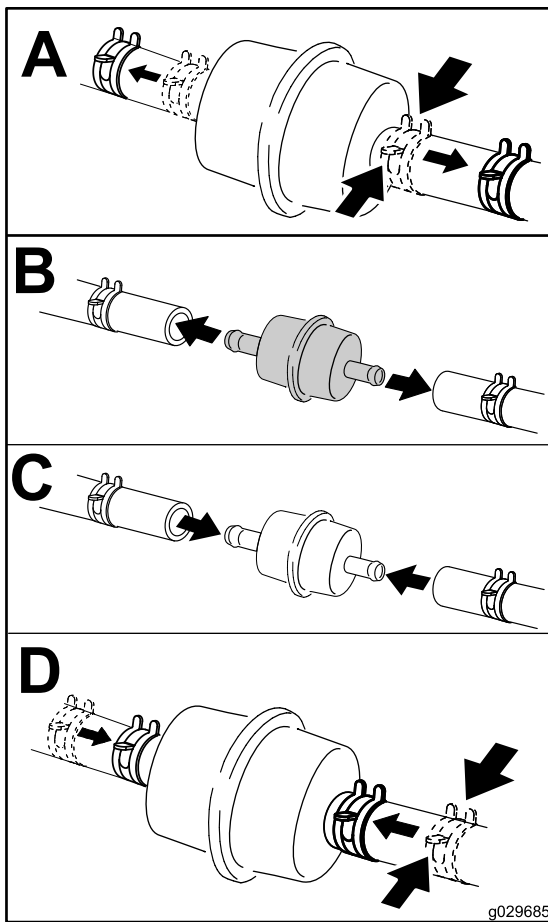

Figure 66
4. Remplacez le filtre à carburant (Figure 66).